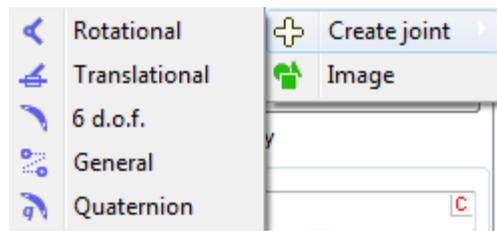

图 1.11 创建转动铰
2. 在右侧**交互界面**单击按钮, 并依次选择 **Create joint | Rotational**, 如图 1.11 所示。